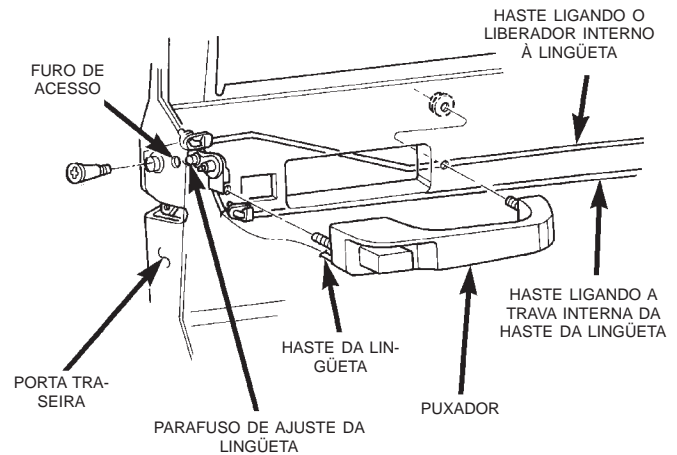

Fig. 58 Lingüeta da Porta Traseira
- (1) Remova o tampão de acesso.
- (2) Remova o painel de acabamento da porta.
- (3) Remova a barragem de água.
(4) Remova os parafusos que prendem a lingüeta da porta à porta (Fig. 58).
(5) Desengate todas as hastes da lingüeta da porta.
(6) Remova a lingüeta da porta.